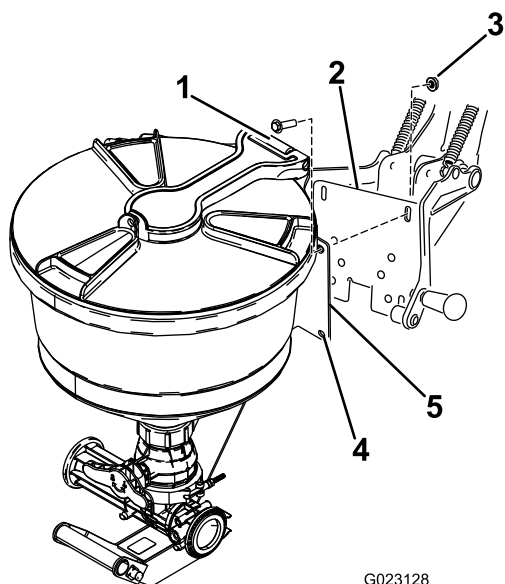

Figura 12
1. Allineate i fori della piastra di appoggio del nebulizzatore con le scanalature nel telaio di supporto della base (Figura 12).
2. Montate il nebulizzatore sulla contropiastra (Figura 12) con i 4 bulloni ($\frac{3}{8}$ " x 1") e i dadi di bloccaggio ($\frac{3}{8}$ ").